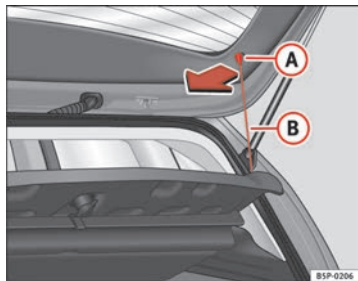

Abb. 124 Hutablage
- Hängen Sie die Streben ⇒ Abb. 124 (B) aus den Aufnahmen (A) aus.